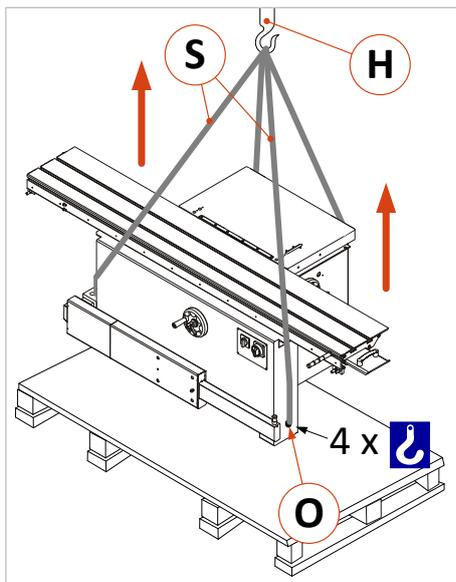

Abbildung 11: Abheben u. Abstellen mit Kran
- Bereiten Sie vier Spanngurte oder Transportseile (**S**) mit der erforderlichen Tragkraft und in ausreichender Länge vor und hängen Sie diese am Kranhaken (**H**) ein (⇒ Abbildung 11).